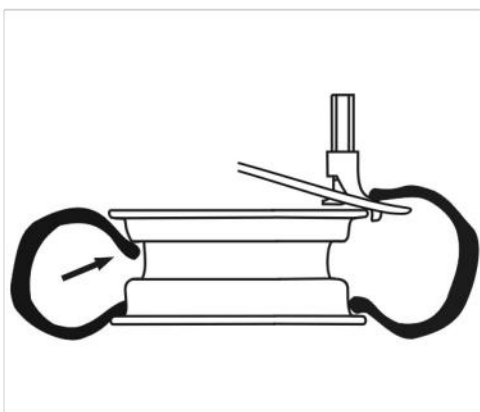

Fig. 23
- Appuyez sur le levier comme sur la Fig. 22-2 et appuyez la roue comme sur la Fig. 22-1, jusqu'à ce que le bord supérieur de la roue soit comme sur la Fig. 23. Appuyez lentement sur le levier, jusqu'à ce que le bord supérieur de la roue soit accroché à la tête de montage.